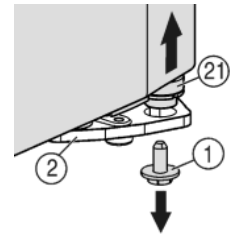
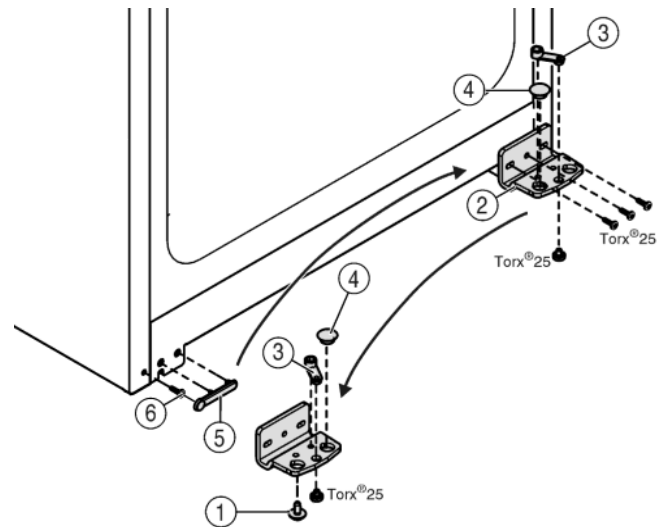

Fig. 5
Fig. 6
- ▶ Na dole po prawej stronie odkręcić śrubę zabezpieczającą Fig. 5 (1) z płytki zawiasu.
- ▶ Trzpień zawiasu Fig. 5 (21) luzuje się w płytce zawiasu Fig. 6 (2).
- ▶ Jeśli trzpień zawiasu Fig. 5 (21) nie poluzuje się, należy wycisnąć go od dołu.
- ▶ Odkręcić płytkę zawiasu Fig. 6 (2).
- ▶ Odkręcić element zawiasu Fig. 6 (3), przelożyć do przeciwległego otworu zawiasu i tam dokręcić.
- ▶ Zatycki Fig. 6 (4) wyjąć z płytki zawiasu i przelożyć do przeciwległego otworu zawiasu.
- ▶ Ostrożnie podnieść osłonę Fig. 6 (5) od strony uchwyty.
- ▶ Wykręcić śrubę Fig. 6 (6) i ponownie wkręcić po przeciwnej stronie.
- ▶ Ponownie założyć osłonę Fig. 6 (5).
- ▶ Przykręcić mocno płytkę zawiasu Fig. 6 (2) na nowej stronie (z siłą 4 Nm), w razie potrzeby za pomocą wkrętarki akumulatorowej.
- ▶ Śrubę zabezpieczającą Fig. 5 (1) wkręcić w trzpień zawiasu i mocno dokręcić (z siłą 4 Nm).